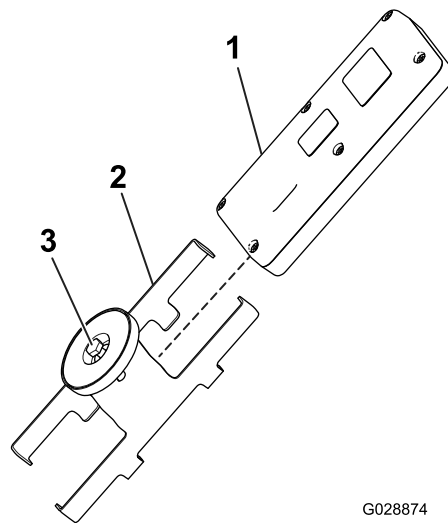

図 45
1. マグネット式ブラケットのマグネットについているボルトをゆるめる 図 45。
2. ブラケットの両側を開いてリモートを取り出す (図 45)。
- ハンドヘルドリモートをマグネット式ブラケットに取り付ける。ブラケットにリモートを入れ、ブラケットについているボルトを締め付ける (図 45)。